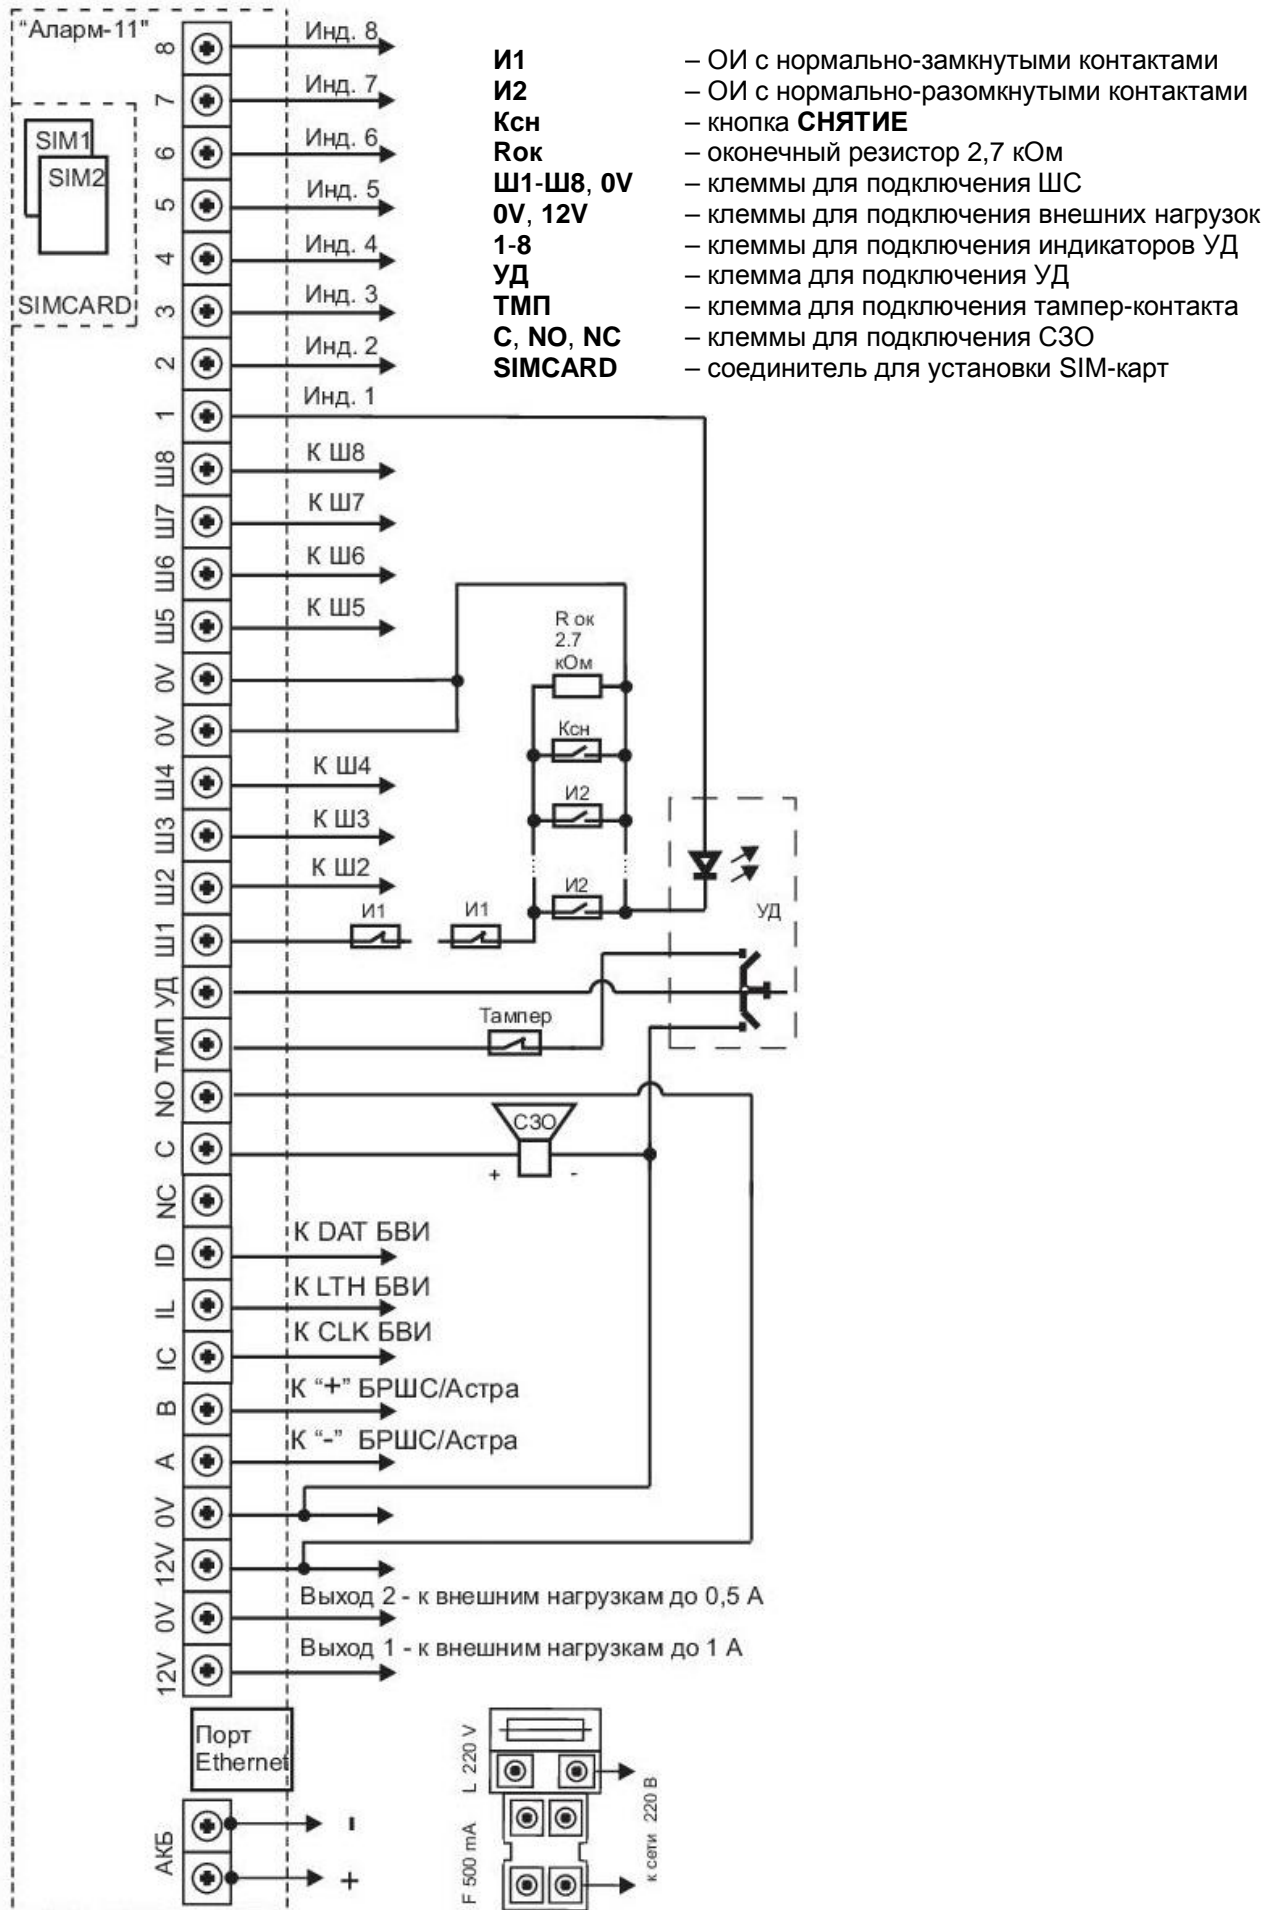

Рисунок 1. Схема подключения прибора
2.1.2.4 Все входные и выходные цепи подключаются к прибору в соответствии со схемой подключения (рисунок 1) с помощью клеммных колодок прибора, расположенных внутри прибора на корпусе и плате.